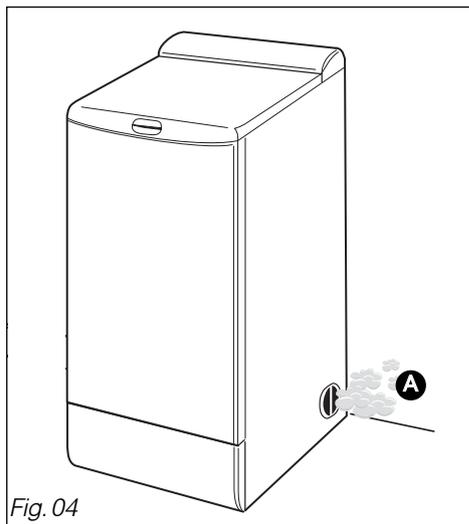

Fig. 04
- **Ou directamente na peça :** (Fig. 04) **A**